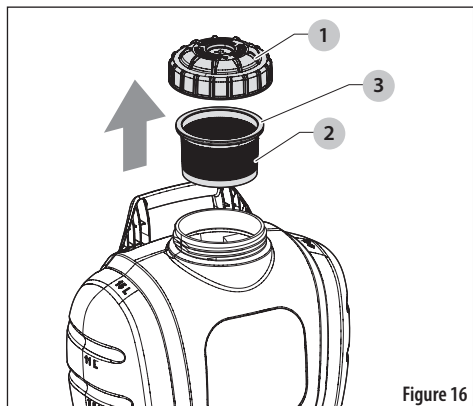

Figure 16
- Vérifiez le capuchon (1) et le joint (3) du panier-filtre (2) pour vous assurer qu'ils ne présentent pas de signes d'usure et qu'ils fonctionnent correctement. Voir Figure 16.